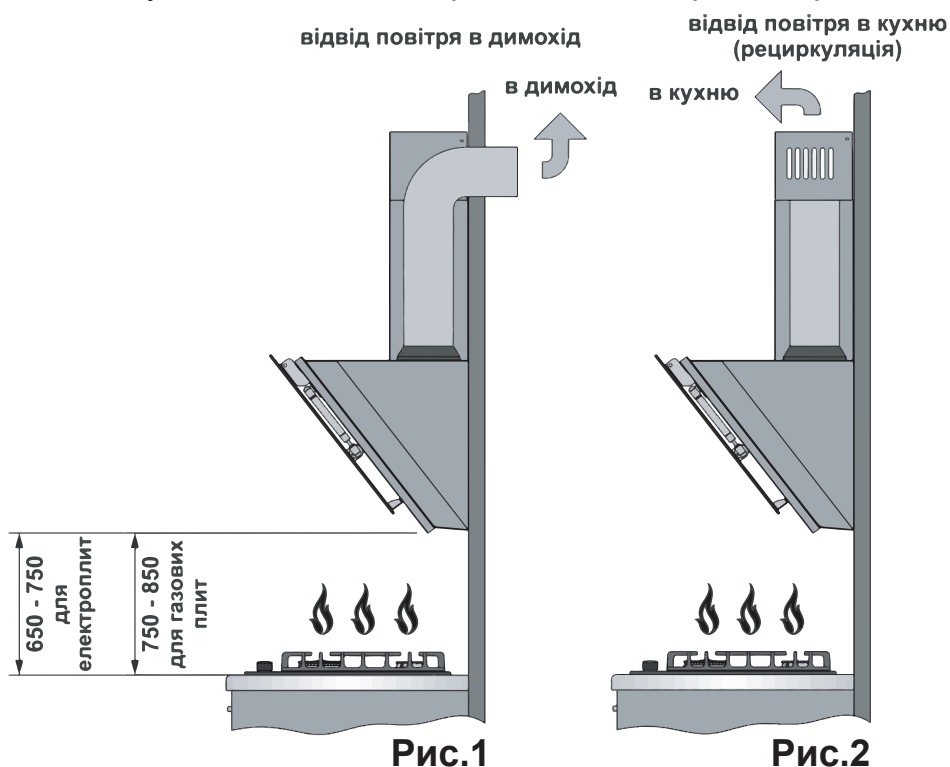

Рис.1
в режимі відводу повітря в стаціонарний вентиляційну шахту (димохід) кухні з використанням гофрованих алюмінієвих або пластикових повітроводів $\varnothing 150 \times \varnothing 120\text{мм}$ (рис.1);
1.11 Увага! Витяжка монтується на стіні над електроплитами на висоті **650-750мм**, а над газовими плитами на висоті **750-850мм** від робочої поверхні плити (рис.1).
4.5 При монтажі витяжки на необхідній настановній висоті **H** над плитою (**рис.1**) для відводу повітря в вентиляційний канал використовувати повітровід **Ø150 x Ø120мм**. Менший діаметр створить додатковий опір повітрю, що призведе до збільшення шуму і вібрації, а також до перегріву двигуна.
Нагадуємо, що висота установки витяжки над електроплитами повинна бути не менше 650мм, а над газовими – не менше 750мм (рис.1).